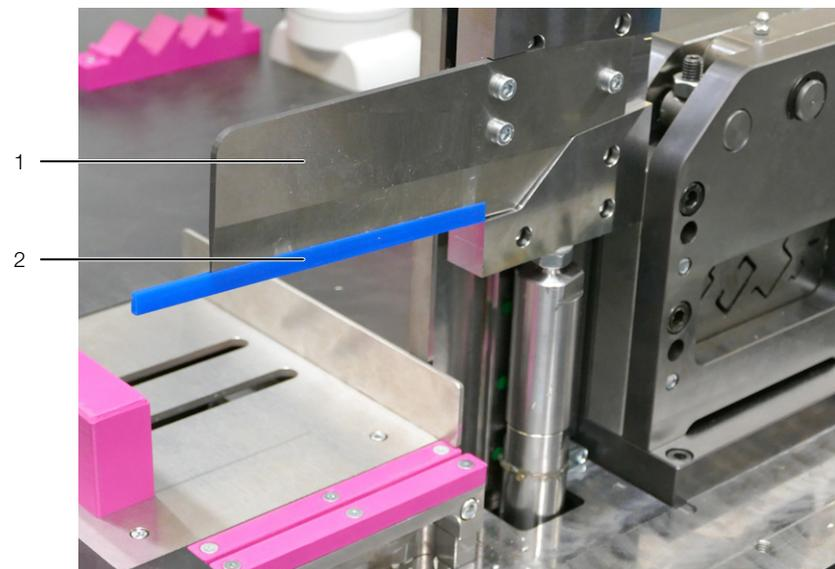

Fig. 36 : protège-lame
- Placez le protège-lame sur l'outil pour goulottes (fig. 36).
- Placer le protège-lame sur l'outil pour goulottes (fig. 36).